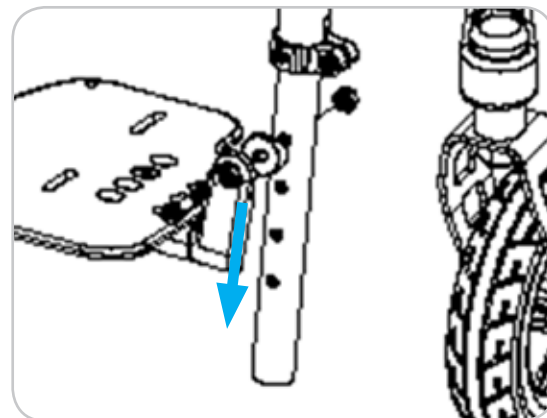

Figura 28
1. Rimuovere bullone e dado usando una brugola da 4 mm e una chiave inglese da 10 mm. Cfr. Figura 28.